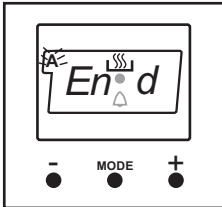

Figure 15
Appuyez sur le bouton MODE jusqu'à ce que "end" apparaisse sur l'écran de la minuterie. Quand "end" apparaît sur l'écran de la minuterie, le symbole (A) et l'heure clignoteront, avec en plus le temps de cuisson réglé. Réglez le temps de fin de cuisson en utilisant les boutons (+) et (-) tant que la minuterie est sur cette position. Un certain temps après le réglage, l'heure apparaîtra sur l'écran et le symbole (A) restera allumé sur l'écran (Figure 15).